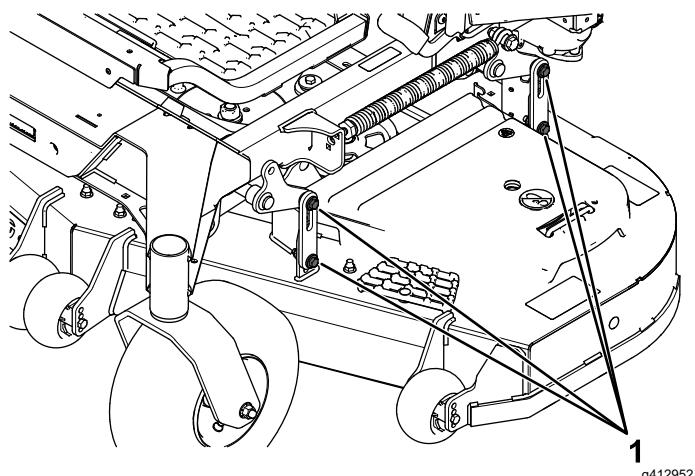

Figura 104
16. Afloje las contratuerca (Figura 104) en las 4 esquinas y asegúrese de que la carcasa de corte queda bien asentada sobre los 4 bloques.